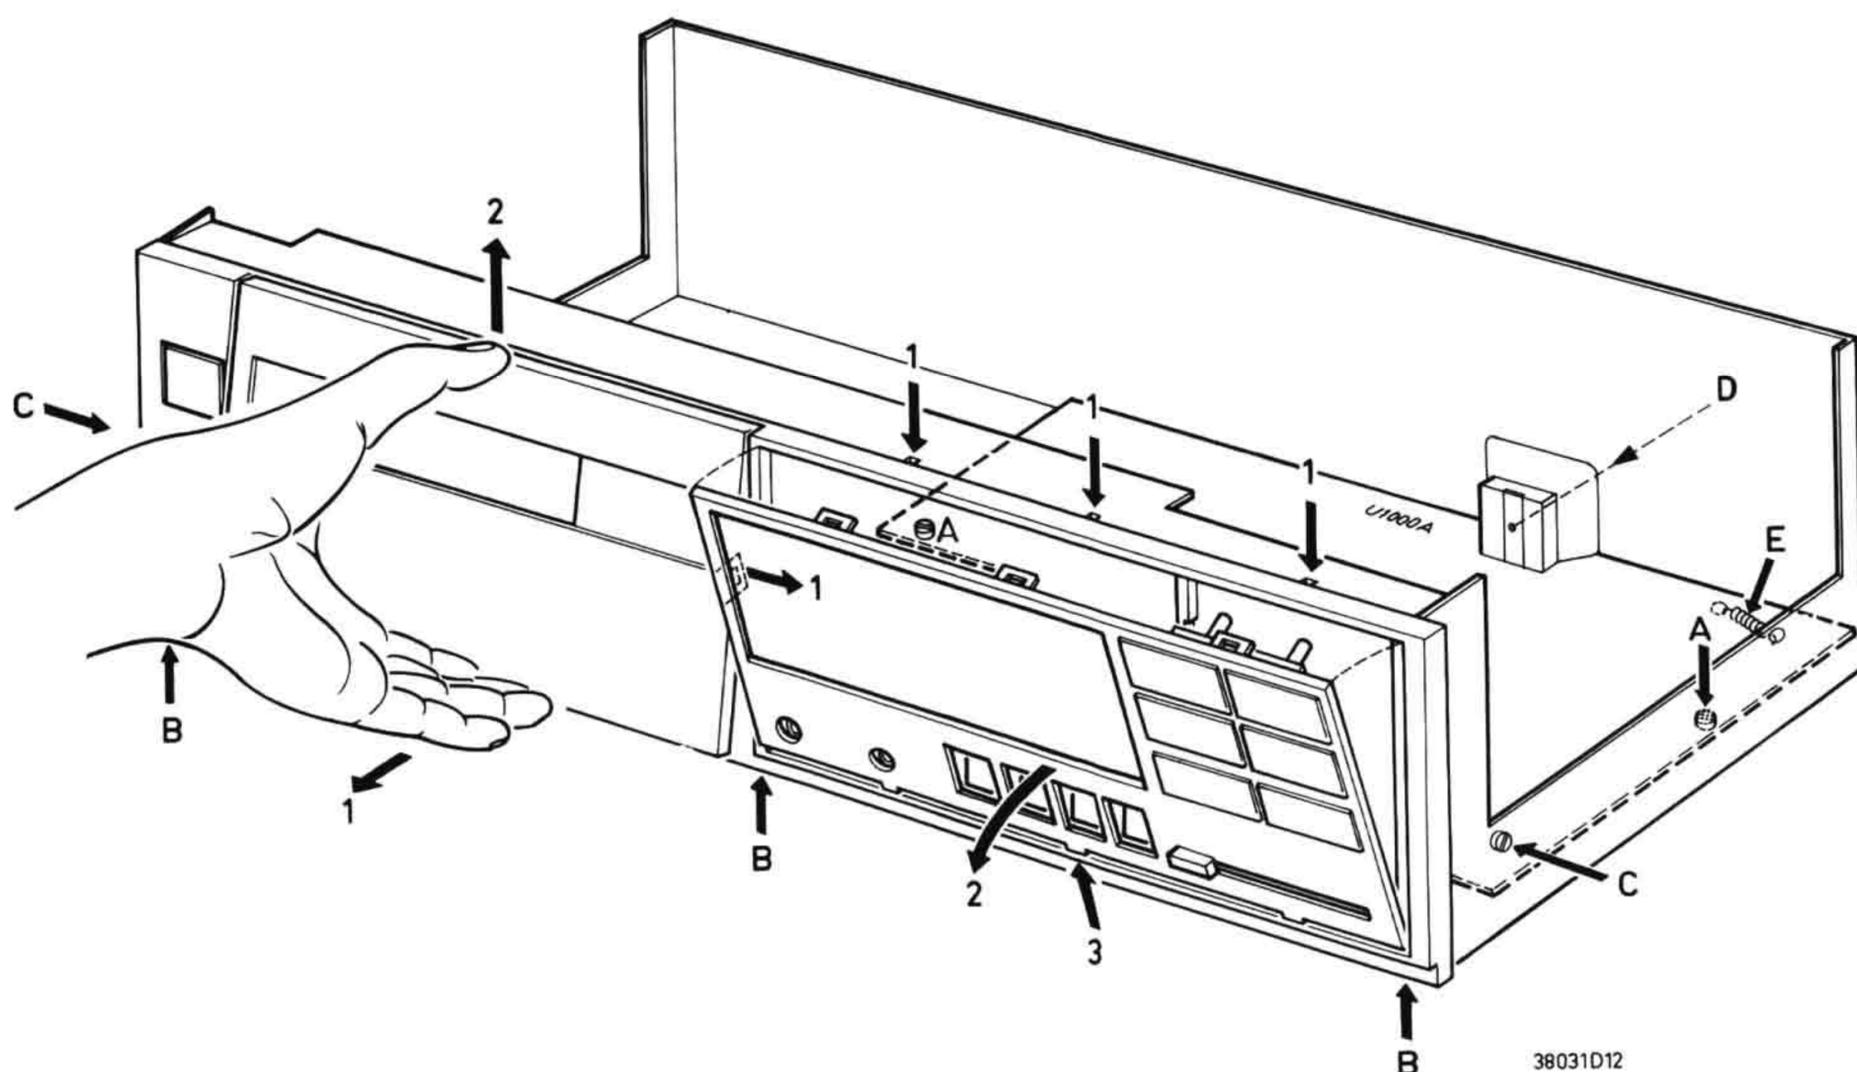

Fig. 3
- Remove the ornamental lid by pulling it forwards at the lower side of the tape deck, with the cassette lid closed (Fig. 3).
- Push with a screwdriver the 4 lugs of ornamental plate 408 inwards out of front plate 403 (Fig. 3).
### 5. Disassembly of main PCB U1000A (Fig. 3)
- Verwijder de sierklep door deze aan de onderzijde van het loopwerk naar voren weg te trekken, terwijl de kassettekop gesloten is (Fig. 3).
- Druk met een schroevendraaier de 4 lippen van de sierplaat 408 naar binnen uit frontplaat 403 (Fig. 3).
### 5. Uitkasten van de hoofdprint U1000A (Fig. 3)
- Enlever l'enjoliveur en le retirant en-dessous du mécanisme vers l'avant alors que le compartiment de cassette reste fermé (Fig. 3).
- A l'aide d'un tournevis, pousser les 4 languettes de l'enjoliveur 408 dedans, au travers de la façade 403 (Fig. 3).
### **5. Démontage de la platine principale U1000A (Fig. 3)**
- Togliere la piastra mentre si tira da sotto al meccanismo verso la fronte, il vano cassette essendo chiuso (Fig. 3).
- Zierklappe beseitigen, indem sie auf der Unterseite des Laufwerks nach vorne fortgezogen wird, während die Cassettenfachklappe geschlossen ist (Bild 3).
- Mit einem Schraubenzieher die 4 Zungen der Zierplatte 408 einwärts aus Frontplatte 403 (Bild 3) hinausdrücken
### **5. Ausbau der Hauptplatine U1000A (Bild 3)**
- Per mezzo di un cacciavite spingere le 4 linguette della piastra 408 in alto attraverso il fronte 403 (Fig. 3).
### **5. Smontaggio della piastra principale U1000A (Fig. 3)**